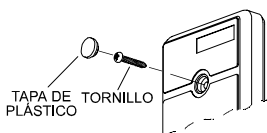

Figura 2. Apertura de la tapa
K. Coloque la tapa del receptor, asegurándola a la base con el tornillo, y póngale la tapa de plástico del tornillo (ver figura 2).